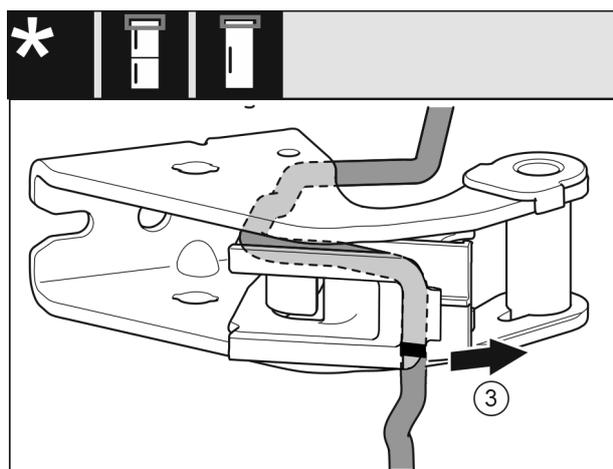

Fig. 28
- ▶ Smontare il cavo con il supporto del cavo Fig. 28 (3) dal blocco di supporto.